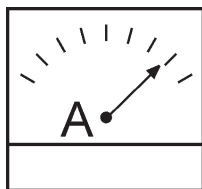

Figure 53. Ampèremètre (charge)
14. Observer l'ampèremètre du générateur (Figure 53) et vérifier qu'il affiche la quantité de courant prévue par rapport à la charge. L'ampèremètre affiche uniquement une lecture actuelle si une charge est en cours d'utilisation.